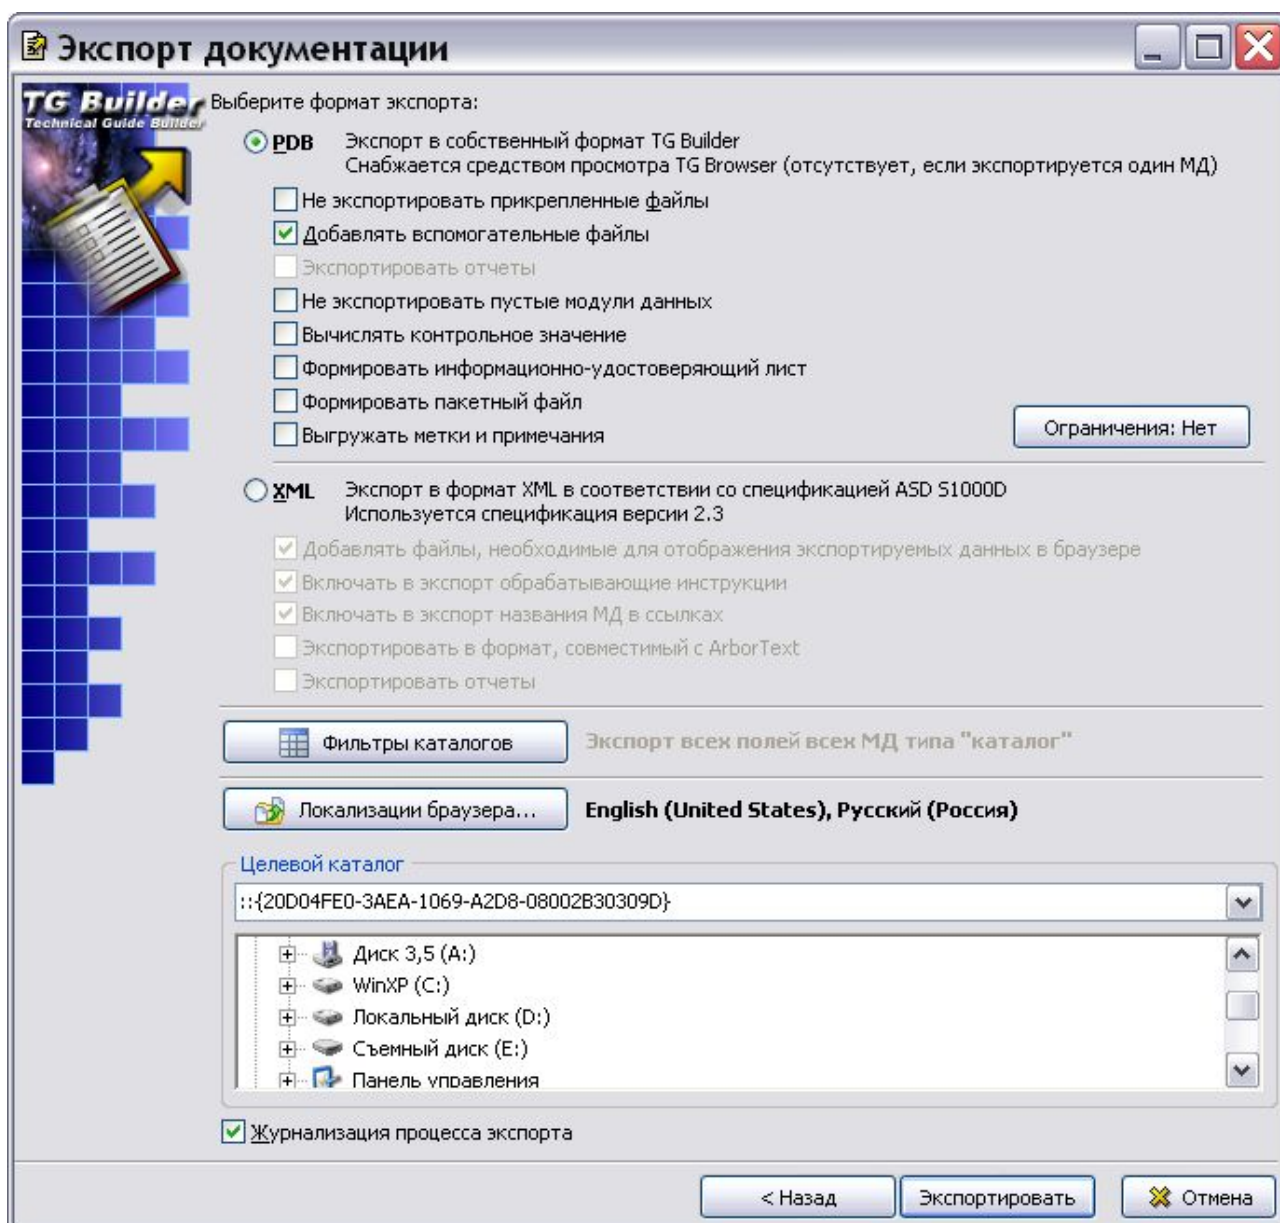

Рис. 12.27
4. Нажмите на кнопку **Далее**. После этого откроется вторая часть формы экспорта (Рис. 12.27).